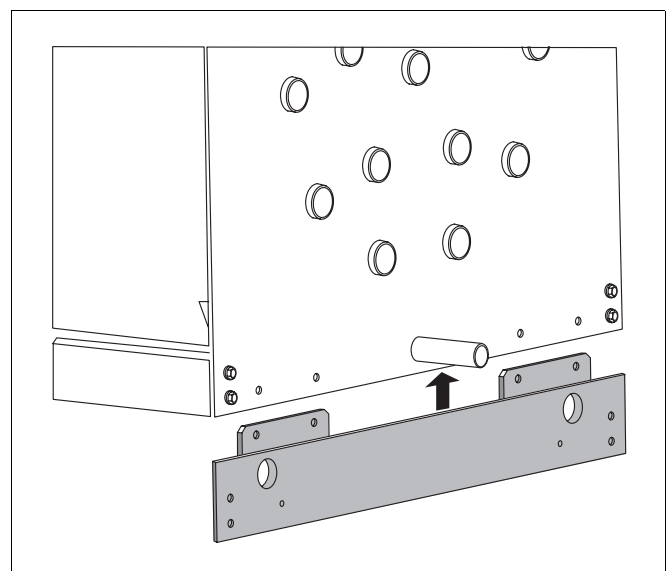

Abb. 1 Montage Rückwand unten
- Rückwand unten an den Laschen mit 4 Schrauben M12 anschrauben (Abb. 1). Die Laschen müssen an der Innenseite anliegen.